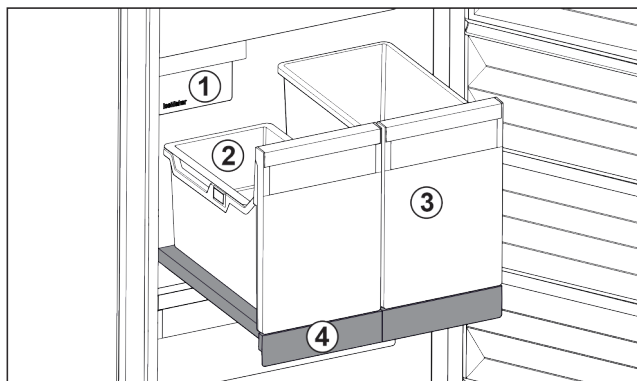

Fig. 103 Uttreksplate med IceTower
- (1) IceMaker (2) Isbit Brett (3) Beholdere for f.eks. pizza, alkoholholdige drikkevarer (4) Uttreksplate
Det er to høye beholdere (IceTower) på uttreksplaten. I beholderen Fig. 103 (2) blir isbiter fra IceMaker samlet og lagret. Beholderen Fig. 103 (3) er egnet for lagring av høye matvarer som f.eks. pizzaer eller alkoholholdige drikkevarer.